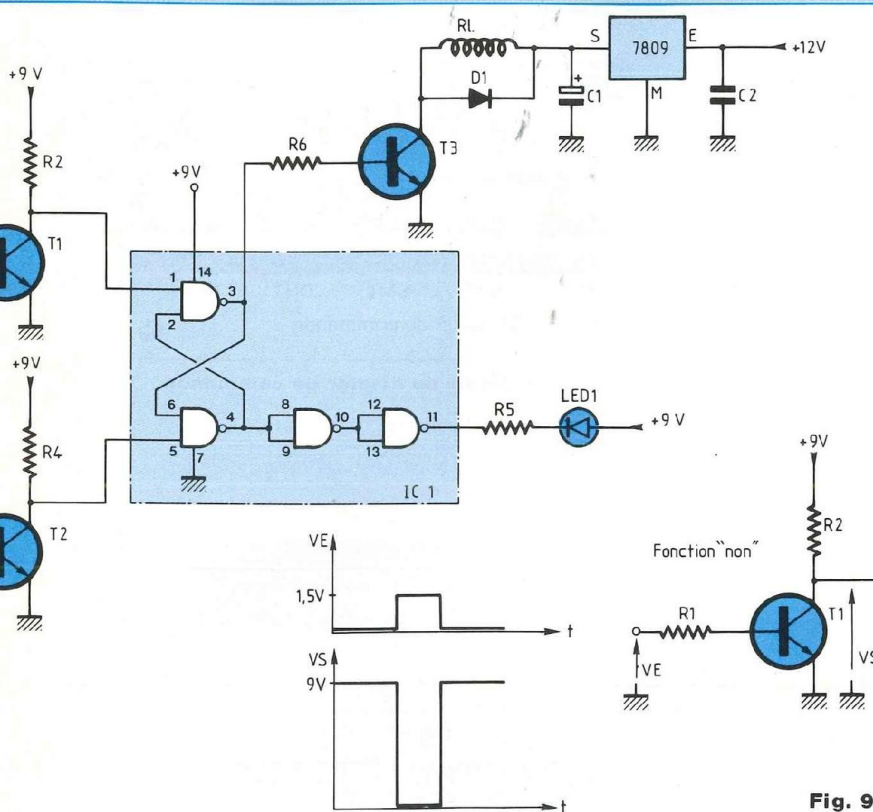
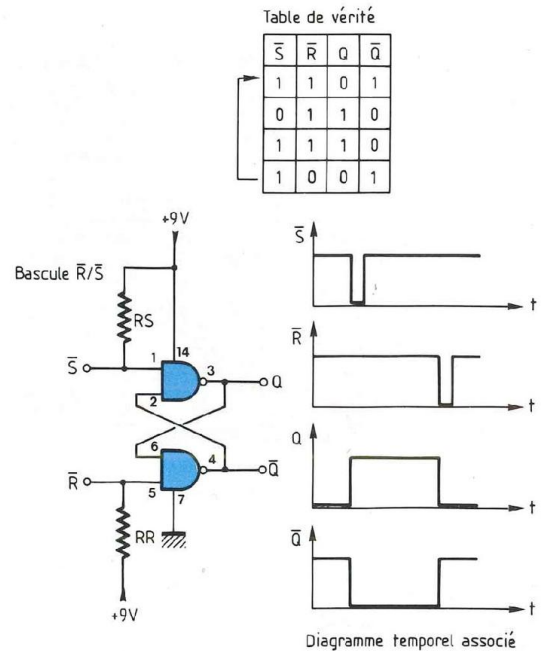

Fig. 9
Fig. 10
- Ces mêmes signaux viennent de subir une complémentation logique (inversion) par l'intermédiaire de T1 et T2 (figure 9), nous allons donc devoir utiliser une bascule à entrées complémentées de façon à ce que tout rentre dans l'ordre (bascule R/S : figure 10).